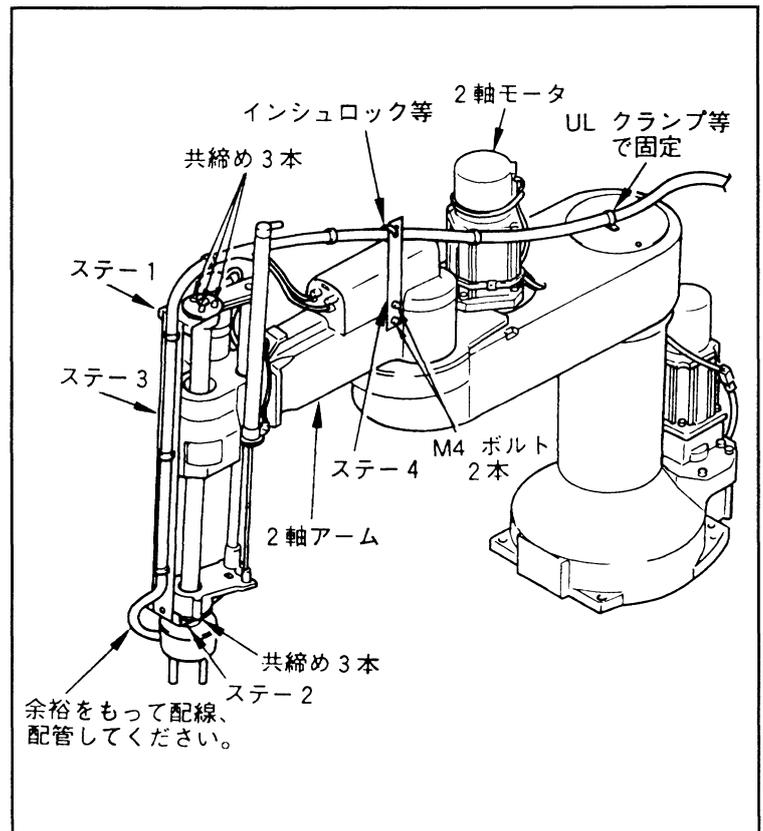

図5-80 配線・配管方法
- ④ステータス3を図5-80に示すようにM4のねじで、ステータス1・ステータス2に取り付けます。
- ⑤図5-80に示すように配線・配管をしてください。